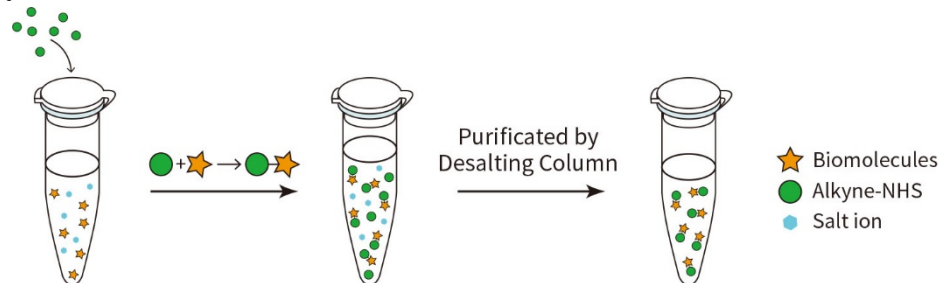

图1. 碧云天Alkyne快速标记试剂盒(P1285)的实验流程和原理示意图。
- 本试剂盒提供了标记试剂(Alkyne-NHS)和用于纯化Alkyne标记生物大分子的脱盐柱(Desalting Column)。本试剂盒的标记流程和原理如图1所示。